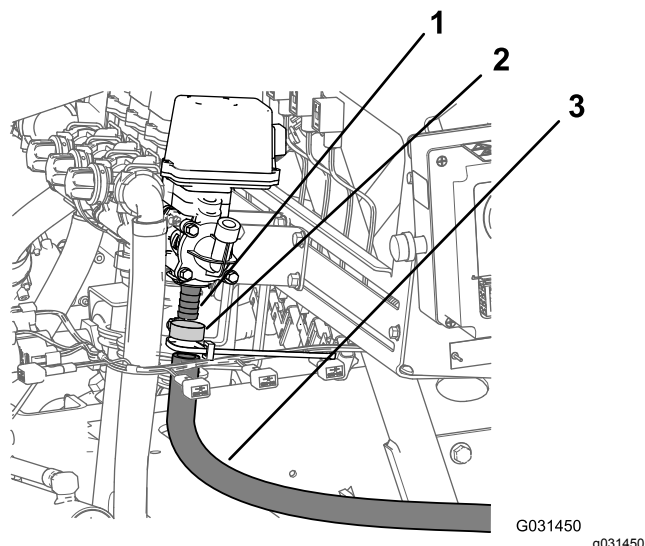

図 18
- ホースリール用の給水ホースを水圧制御バルブのバーブ付きフィッティングに固定しているホースクランプを外す 図 18。
- ホースリールのバルブから給水ホースを外す 図 18。